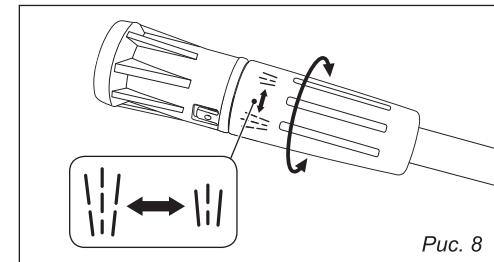

Рис. 8
- Распылительная насадка имеет регулируемый наконечник с возможностью изменения формы струи, для этого удерживая пистолет во включенном состоянии поворачивайте наконечник до получения нужной вам формы струи (рис. 8).